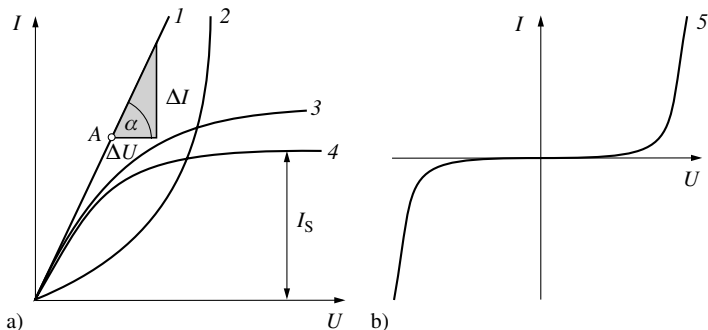

Bild 1.7 Strom- und Spannungs-Kennlinien von Widerständen; 1 ohmscher Widerstand, 2 Heißeiter, 3 Kaltleiter, 4 Sättigungskennlinie, 5 Halbleiter
- Heißeiter (z. B. Thermistoren, \rightarrow Bild 1.7, 2)
- Kaltleiter (z. B. PTC-Widerstände, \rightarrow Bild 1.7, 3)
- Sättigungskennlinien (z. B. Gasdioden, \rightarrow Bild 1.7, 4)
- Halbleiter (z. B. Varistoren, \rightarrow Bild 1.7, 5)